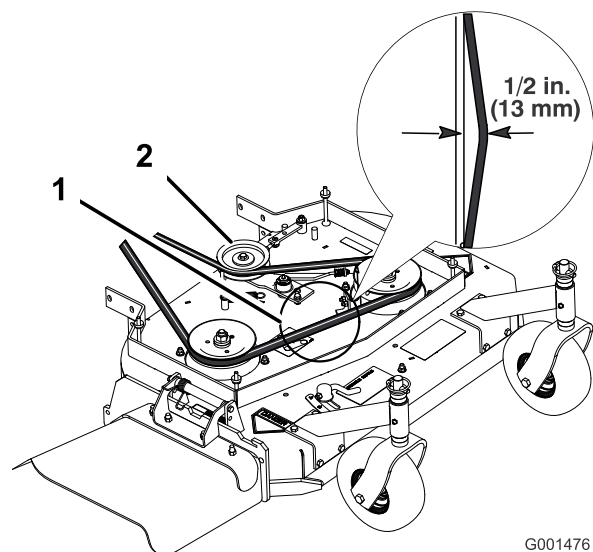
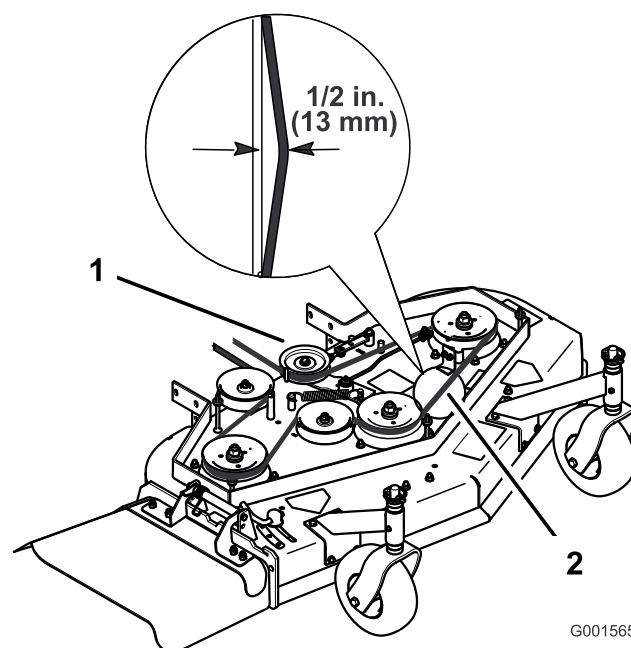

Figure 37
Figure 38
Remarque: La tension correcte de la courroie du tablier de coupe est de 44-67 N (10-15 lb-pi) avec une flèche de 13 mm (1/2") à mi-chemin entre les poulies (Figure 37 ou Figure 38).
3. Desserrez le contre-écrou sur le tendeur (Figure 37).
4. Tournez le tendeur vers l'arrière du tablier de coupe pour augmenter la tension sur la courroie. Tournez le tendeur vers l'avant du tablier de coupe pour réduire la tension sur la courroie (Figure 37).
Remarque: La tension correcte de la courroie du tablier de coupe est de 44-67 N (10-15 lb-pi) avec une flèche de 13 mm (1/2") à mi-chemin entre les poulies (Figure 37).
Remarque: La tension correcte de la courroie du tablier de coupe est de 44-67 N (10-15 lb) avec une flèche de 13 mm (1/2") à mi-chemin entre les poulies (Figure 38).